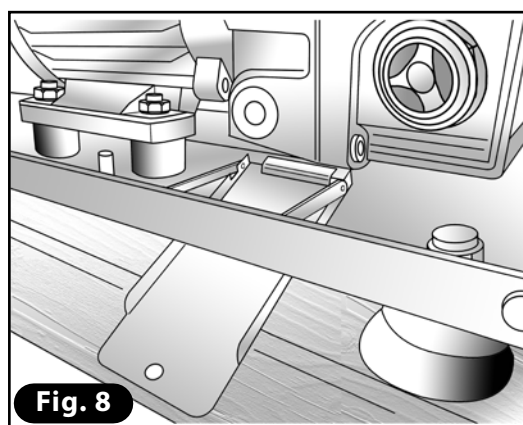

Fig. 8
- 3) Enlever la vis qui bloque le couloir de décharge de l'huile (**Fig. 7**). Vérifier qu'avec le couloir en place (**Fig. 8**), il soit possible de recueillir l'huile qui doit couler de la pompe.